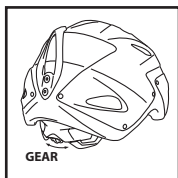
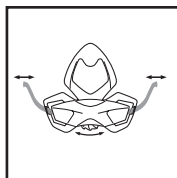

Figura 3
Figura 4
- Localice el mecanismo In Form, situado en la parte posterior de la cabeza en el lóbulo occipital (Figura 3). Con el pulgar, empuje el disco de In Form hacia arriba y gírelo en el sentido de las agujas del reloj para ceñir el casco. Para un ajuste más holgado, simplemente empuje el disco de In Form hacia arriba con el pulgar y gírelo en sentido contrario a las agujas del reloj (Figura 4). El casco debe quedar ceñido, pero no tan apretado que resulte incómodo.